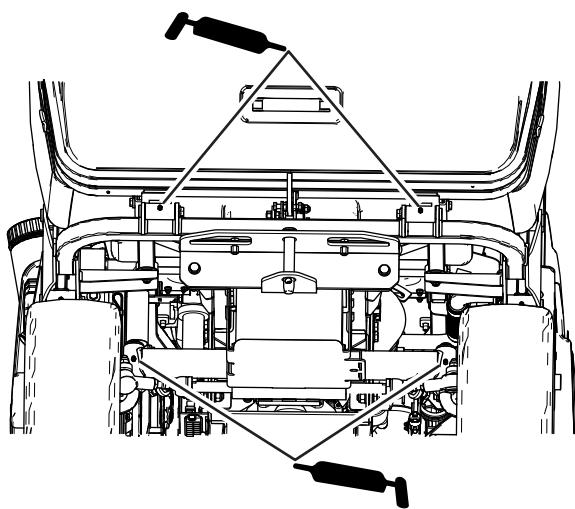

Figura 44
- Pivotes de la tolva y puntos de pivot de dirección (Figura 44)